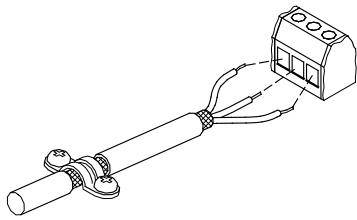

Fig. 20 Exemple d'un câble avec blindage dénudé
- Placer le blindage le plus près possible des bornes de raccordement. Voir fig. 20.